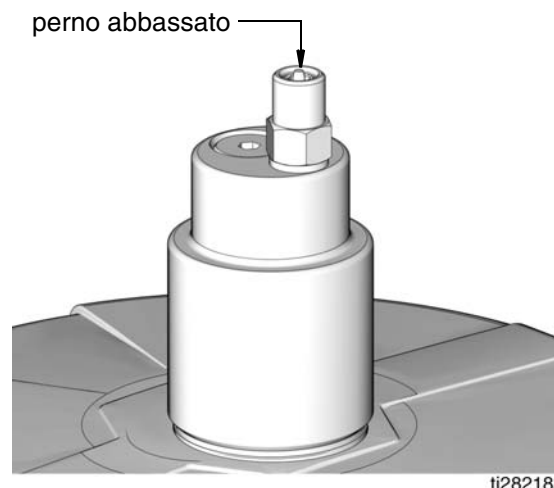

FIG. 25
1. Tirare e trattenere la manopola di scarico della pressione (T) quanto basta per scaricare la pressione della linea tra il collettore di riempimento (N) e la valvola di intercettazione riempimento automatico (B).
2. Verificare che il perno del dispositivo di intercettazione riempimento automatico (B) sia abbassato, per indicare che è riarmato (FIG. 25).